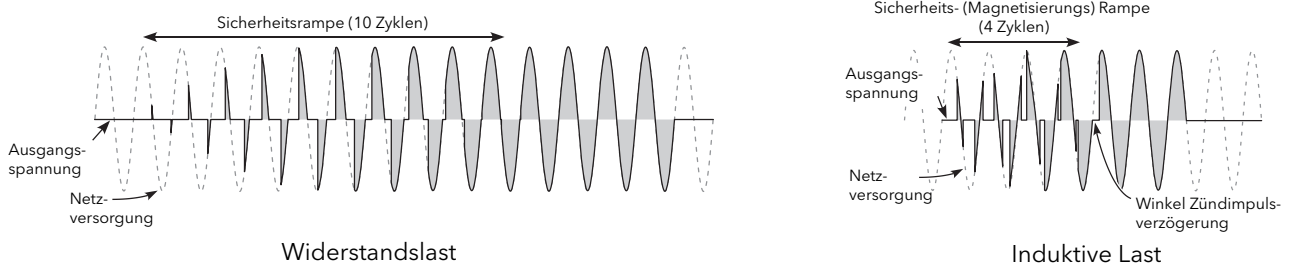

Abbildung 6.13b Beispiel für Sicherheitsrampe (Impulsgruppenbetrieb)
- Sicherheit Rampe** Hier sehen Sie die Dauer der beim Start angewandten Sicherheitsrampe in Netzperioden (0 bis 255). Die Rampe entspricht entweder einem Phasenwinkel von 0 bis zum Zielwinkel oder, im Impulsgruppenbetrieb, 0 bis 100 % (Abbildung 6.13b). Für den Halbwellenbetrieb ist die Sicherheitsrampe nicht anwendbar.